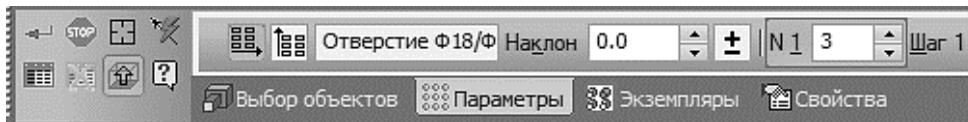

Рис. 77. Параметры массива элементов
7.3 Откройте вкладку **Параметры** на Панели свойств – система перейдет в режим определения параметров массива (рис. 77).